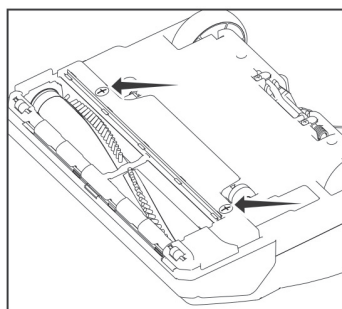

Fig. 1
3. Tournez les deux vis d'un quart de tour pour libérer la plaque inférieure (Fig. 1). Retirez la plaque inférieure.